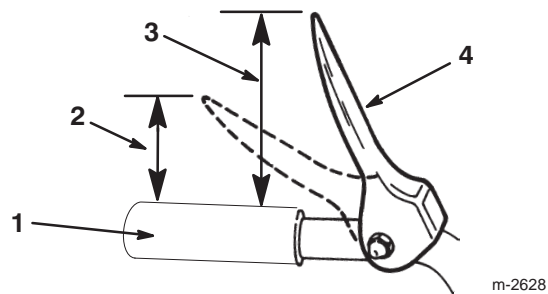

Figure 12
5. Vérifiez la distance entre l'extrémité de la manette de tarière/roue hélice et la poignée du mancheron. L'écartement doit être d'environ 10,2 centimètres, comme illustré dans la Figure 12.
Remarque : La résistance augmente de manière perceptible lorsque la courroie d'entraînement de tarière/roue hélice devient tendue (à peu près à mi-course de la manette). Le réglage est correct si la résistance *commence* à augmenter quand le bout de la manette de commande de tarière/roue hélice se trouve à 5 cm de la poignée (Fig. 12).